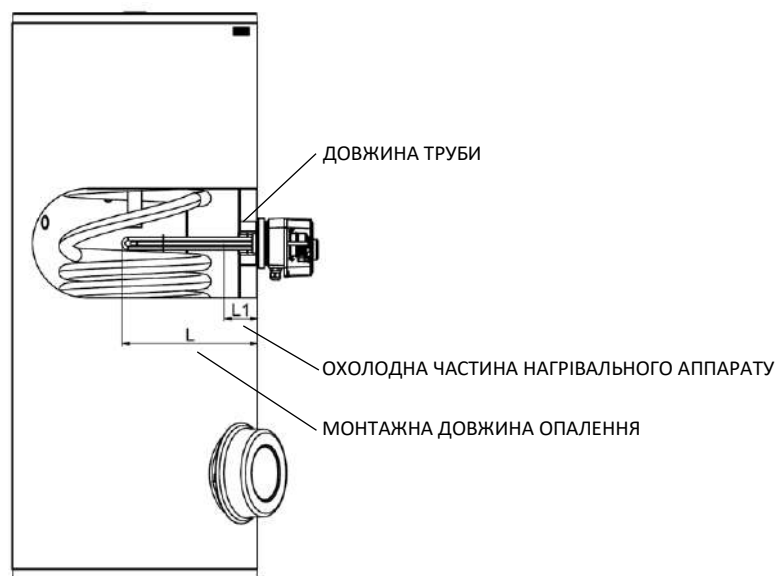

Рисунок 3
***Увага!** У нагрівальному агрегаті TJ 6/4" 3,3 кВт холодна частина коротша, ніж в інших типах. Довжина насадки повинна бути рівною довжині холодної частини TJ - див. рис.3